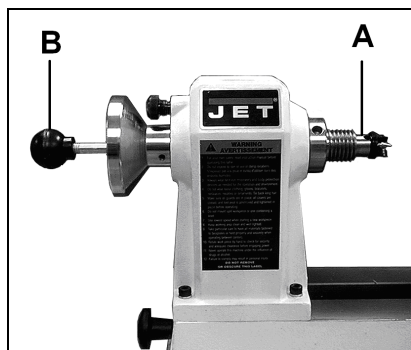

Fig 10
Introduire la **pointe de centrage** (A, Fig 10) dans la poupée en cône et retirer avec l'éjecteur (B).